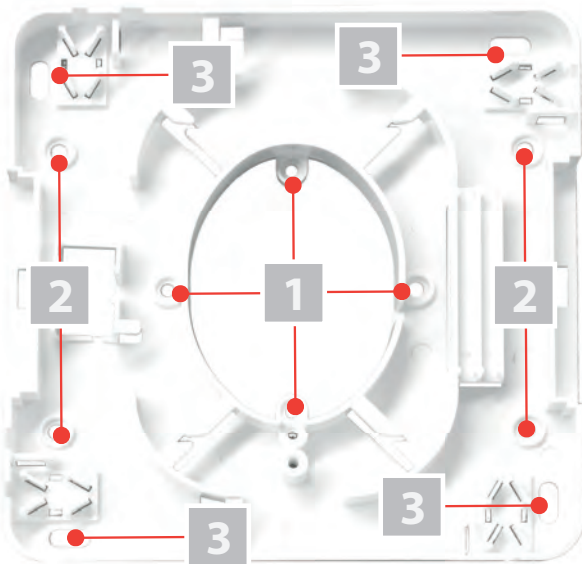

Bild 2: Befestigungs- und Bohrlöcher im Mini Fibre Node MFN-TA
2. Legen Sie die Geräterückseite so an der Montagefläche an, wie es in Bild 2, Seite 12 zu sehen ist.. Beachten Sie dabei die Ausrichtung des Gehäuseteils.
3. Verwenden Sie zum Verschrauben je nach Montagevariante die dafür vorgesehenen Befestigungs-, bzw. Bohrlöcher im unteren Gehäuseteil. Welche Löcher zu verwenden sind, entnehmen Sie bitte ebenfalls Bild 2, unten.